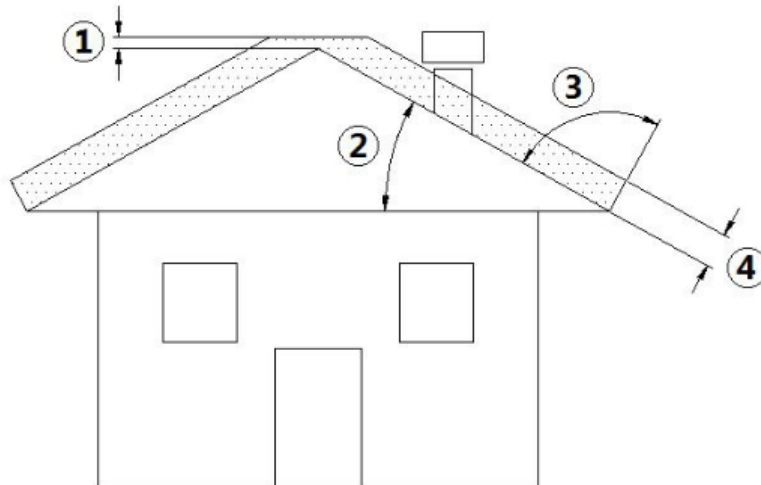

Fig. 3 - Schuin dak
LEGENDA Fig. 3 op pag. 40
- De hoogte waarop de rookgassen in de atmosfeer uitgestoten worden, moet buiten de zone van terugstroming liggen. Deze terugstroming wordt veroorzaakt door de vorm van het dak of door obstakels die zich in de nabijheid bevinden (zie **Fig. 3 op pag. 40**).